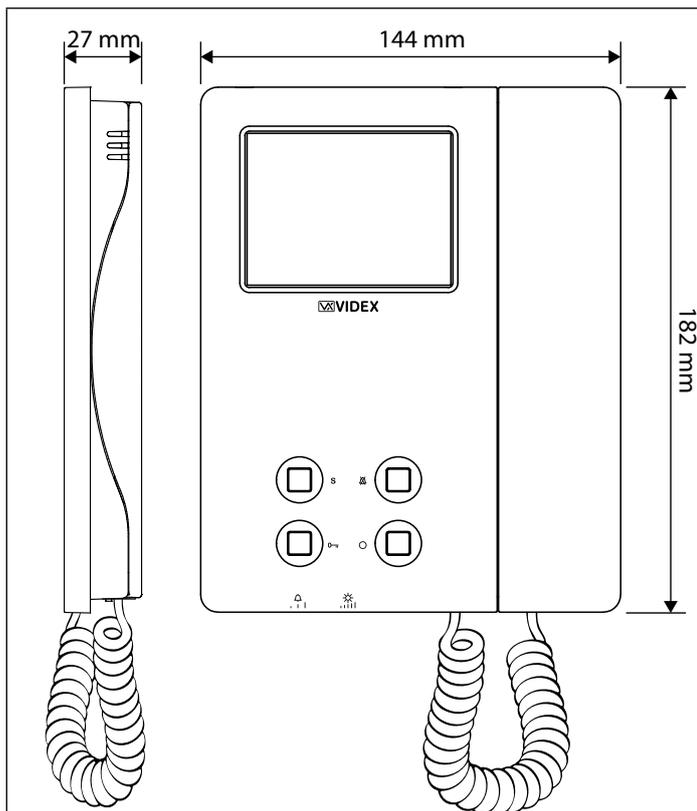

Fig. 1 Partie avant
- Per installare il videocitofono è necessario aprirlo separando la base dal coperchio che ospita tutta l'elettronica dello stesso: scollegare la cornetta dal videocitofono rimuovendo il relativo plug quindi inserire la punta di un giravite piatto da 5.5mm nella clip (A) dopodiché ruotare in senso orario fino a che non si udirà un "CLICK!". Ripetere la stessa operazione con l'altra clip come mostrato in Fig. 1.